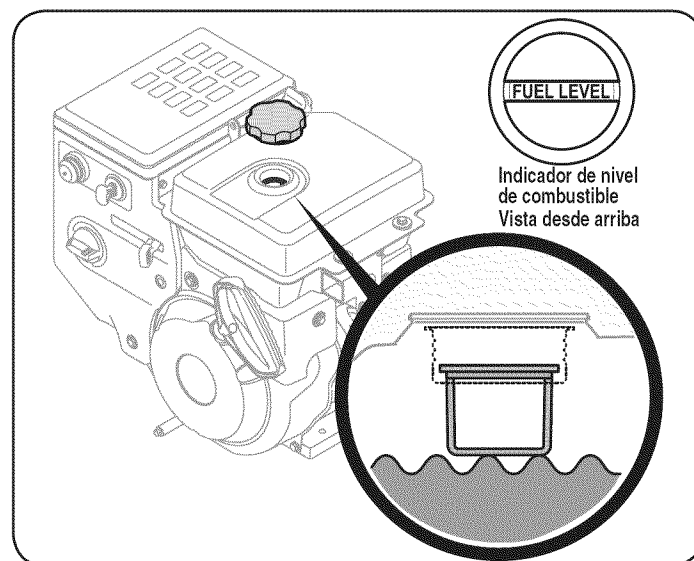

Figura 10
2. Un indicador de nivel de combustible se encuentra en el depósito de combustible. Llene el depósito de combustible hasta que alcanza el indicador de nivel de combustible, la Figura 10. Tenga cuidado de no en exceso.